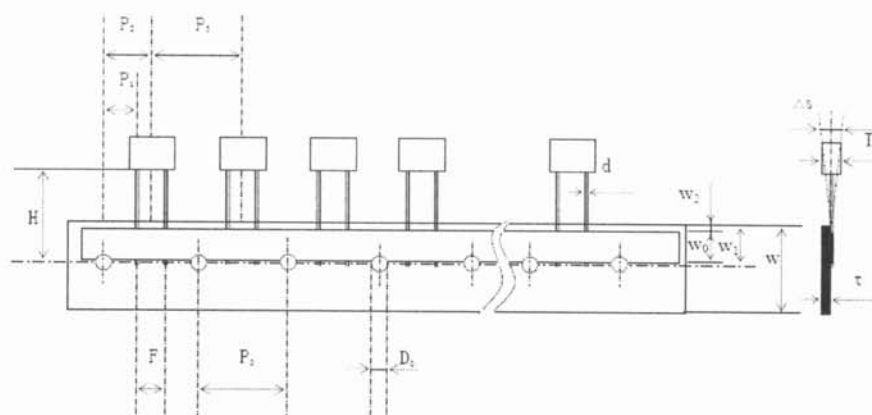
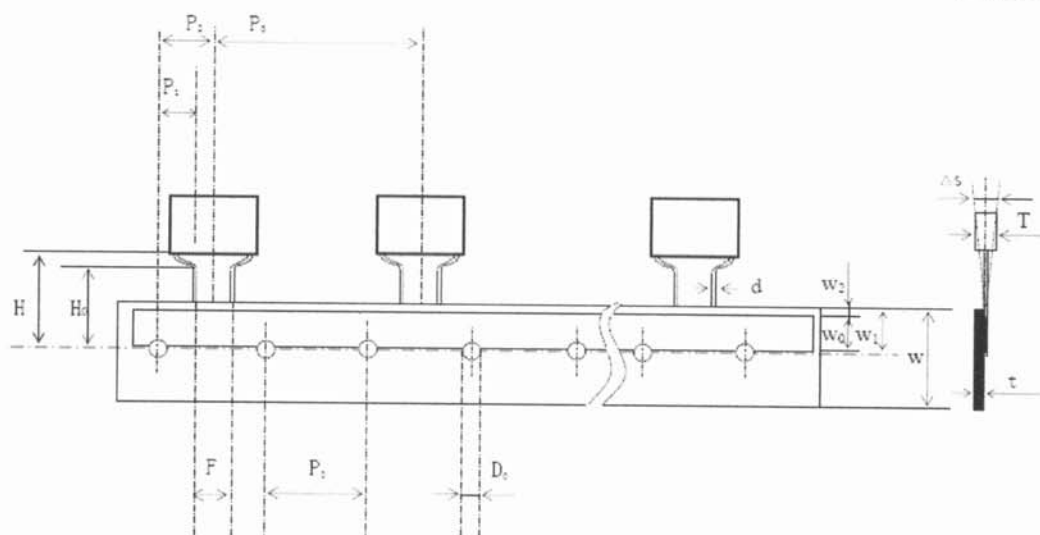

图 1 Fig 1
图 5 Fig 5
6.3 径向编带图 Outline Drawing: 见图 1~ 图 5(Refer to Fig 1 ~ Fig 5).